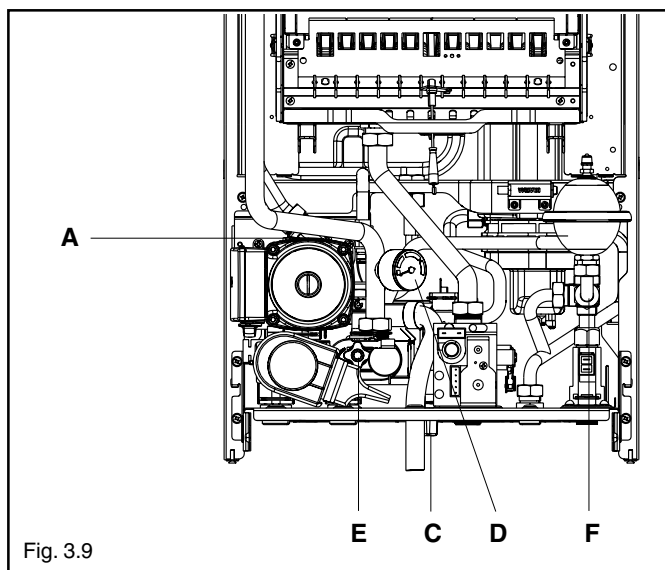

Fig. 3.9
- abrir el tapón del purgador automático (A) - fig. 3.9 - 2 vueltas
- conectar el tubo de silicona de mayor diámetro (suministrado en la bolsa con la documentación en la caldera) a la válvula de vaciado de la caldera (E) - fig. 3.9
- aflojar la válvula de vaciado de la caldera (E) - fig. 3.9
- conectar el tubo de silicona de menor diámetro (suministrado en la bolsa con la documentación en la caldera) a la válvula de vaciado del circuito de sanitario (F) para evitar pérdidas de agua que podrían dañar el aparato - fig. 3.9
- aflojar la válvula de vaciado del circuito de sanitario (F) - fig. 3.9